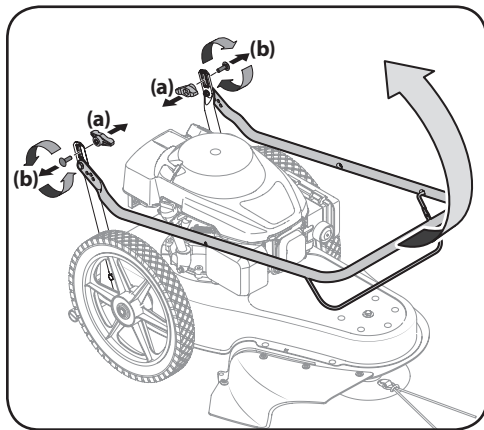

Figura 2-1
1. Extraiga las perillas de aletas (a) y el perno de carro (b) del manillar inferior izquierdo y el manillar inferior derecho. Consulte la Figura 2-1.
2. Gire el manillar superior a la posición de funcionamiento. Consulte la Figura 2-1.